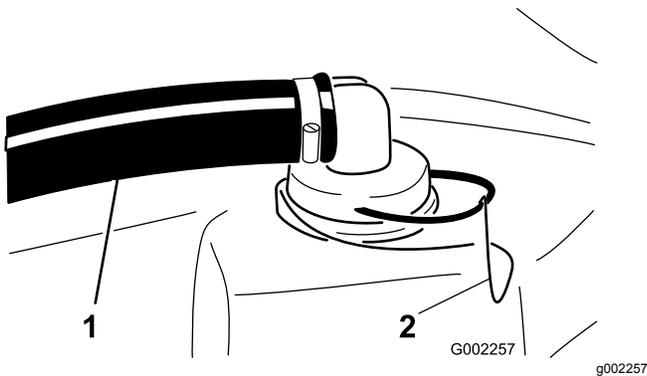

Figura 24
2. En la parte superior del depósito de fumigación, retire el clip de retención que sujeta el acoplamiento que está conectado a la manguera grande y al alojamiento del filtro (Figura 24).
3. Retire la manguera y el acoplamiento del alojamiento del filtro (Figura 24).